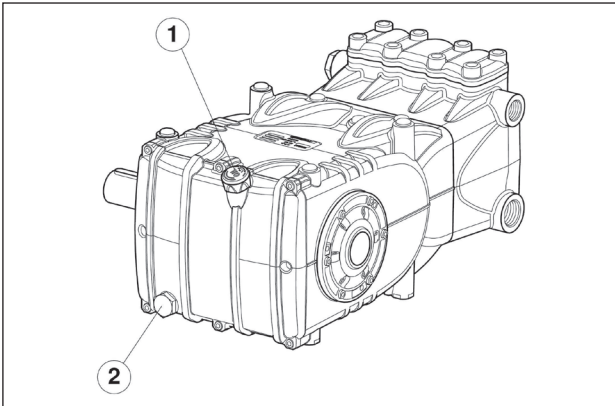

Fig. 1
Pour vidanger l'huile, retirer la jauge de niveau d'huile rep. ① puis le bouchon rep. ②, (Fig. 1).